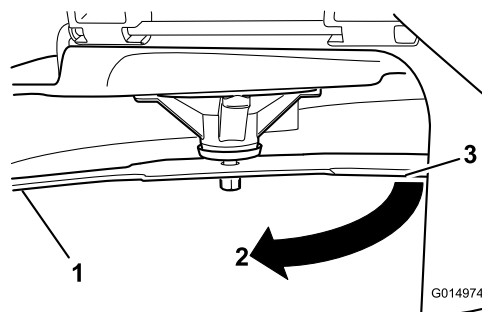

Figura 99
3. Distancia medida entre la cuchilla y la superficie (A)
4. Gire la misma cuchilla 180 grados de manera que el otro extremo esté en la misma posición (**Figura 99**).